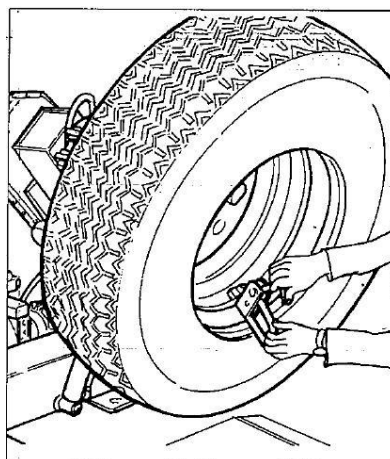

Рис. 7.9
- 8) Снять зажим РС и закрепить его в направлении 6 часов с другой стороны обода колеса (см. рис. 7.9).
- 10) Закрепить зажим РС в нижней части (в направлении 6 часов) другого (внешнего) борта шины (см. рис. 7.9).